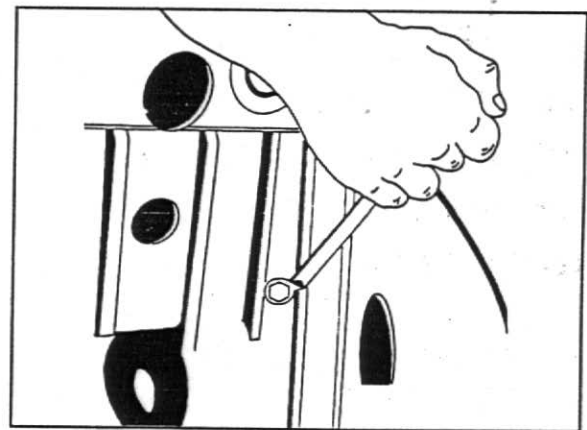

Fig. 4
1. Drene todo o líquido de arrefecimento, fig.4.